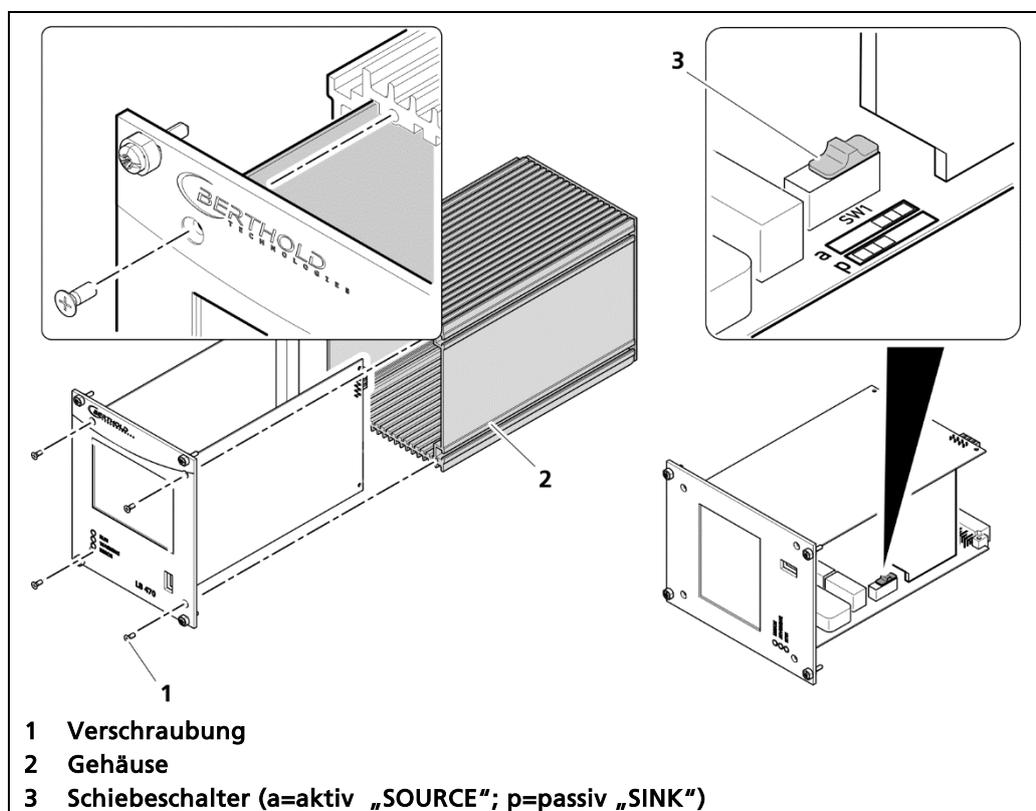

Abb. 24 Umschaltung des Stromausgangs
1. Lösen Sie die vier versenkten Schrauben an der Vorderseite der AWE (Abb. 24 Pos.1).
2. Ziehen Sie das Gehäuse (Abb. 24, Pos.2) vorsichtig ab.
3. Schieben Sie den Schalter (Abb. 24, Pos.3) auf Position a für „aktiv“ (SOURCE), auf Position p für „passiv“ (SINK).
5. Verschrauben Sie das Front-Panel wieder mit vier Schrauben (Abb. 24, Pos.1) mit dem Gehäuse (Abb. 24, Pos.2).